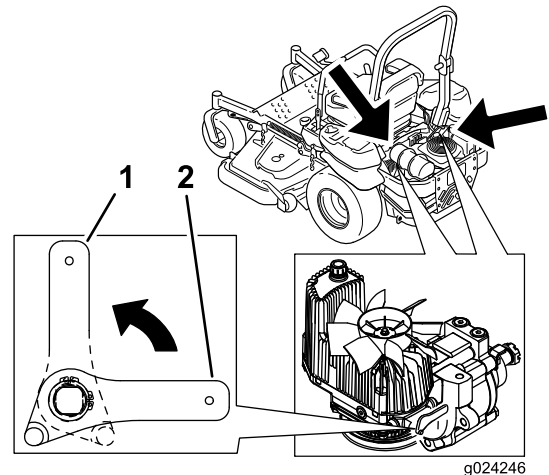

Figura 34
3. Gire las palancas de las válvulas de liberación a la posición vertical para empujar la máquina (Figura 34).
5. Gire las palancas de las válvulas de desvío a la posición horizontal para conducir la máquina (Figura 34).